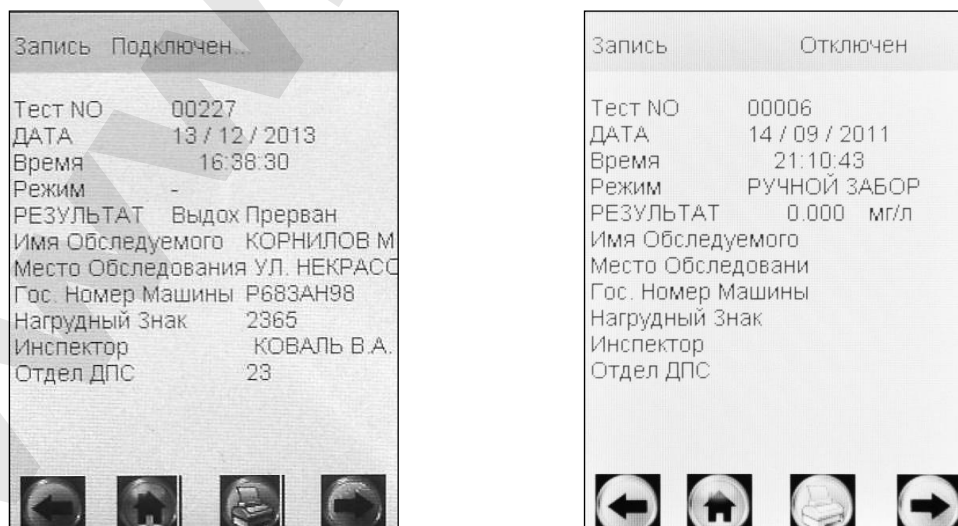
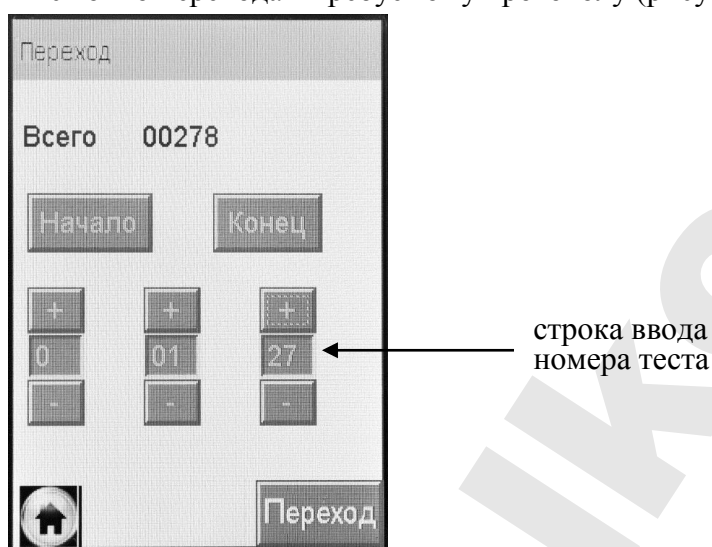

Рисунок 26 – Просмотр памяти
Рисунок 27 – Быстрый переход к требуемому протоколу
На сенсорном экране появится окно «**Запись**» с протоколом последнего измерения (рисунок 26).
2.12.2 Если измерения производились в режиме измерения с вводом данных, результаты измерения хранятся в памяти совместно с автоматически сохраняемыми данными (дата, время и т.д.) и с данными, введенными в предназначенные для заполнения поля (рисунок 26, слева).
2.12.3 Если измерения производились в режиме измерения без ввода данных, в памяти хранятся результаты измерения только совместно с автоматически сохраняемыми данными (рисунок 26, справа).
– находясь в окне «Запись» (рисунок 26), зажмите и удерживайте сервисную кнопку и кратковременно нажмите кнопку включения/выключения, отпустите обе кнопки; на экране появится окно перехода к требуемому протоколу (рисунок 27);